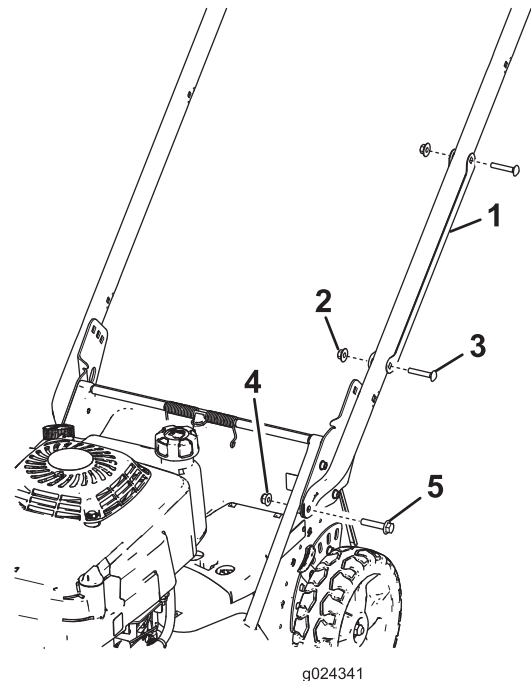

Bild 3
- Entfernen Sie die zwei Schlossschrauben und zwei Sicherungsmuttern, mit denen der Kabelschutz am Bügel befestigt ist, um den Kabelschutz abzunehmen (Bild 3).
zwei Bundmuttern (5/16") am Mähergehäuse, wie in **Bild 3** abgebildet.
7. Legen Sie die Kabelschutzvorrichtung so auf den Bügel, dass die **Kabel in der Schutzvorrichtung** verlaufen, und befestigen Sie die Schutzvorrichtung mit den vorher entfernten zwei Schlossschrauben und zwei Sicherungsmuttern am Bügel (**Bild 3**).